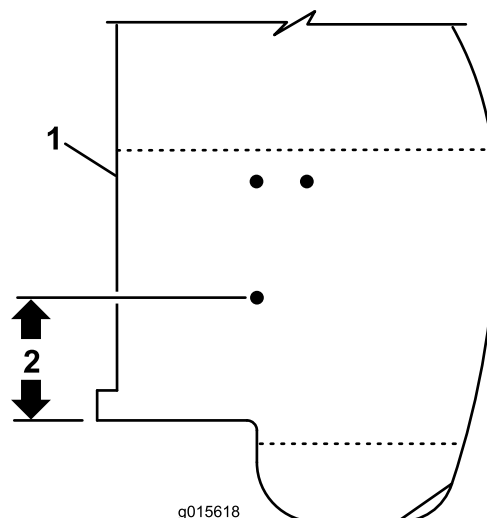

図 2
- 後ろの穴が、図2に示すようにフェンダのエッジから 70mm の位置にある場合に